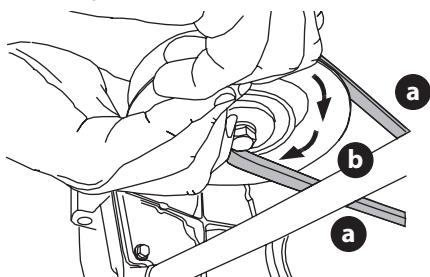

Figure 38
- d. Tenez la courroie de la prise de force (a) vers le bas et continuez de tourner la poulie de la prise de force (b) jusqu'à ce que la courroie de la prise de force (a) soit complètement dégagée de la poulie de la prise de force (b) (Figure 38).
- Tirez sur le côté droit de la courroie et placez le côté plus étroit en forme de « V » de la courroie dans la poulie de la prise de force (Figure 38 à la page 98).
9. Tenez la courroie de la prise de force et la poulie de la prise de force, puis faites pivoter la poulie de la prise de force vers la gauche (Figure 38 à la page 98). Continuez à tenir et à faire pivoter la poulie et la courroie de la prise de force jusqu'à ce que la courroie de la prise de force soit complètement enroulée autour de la poulie de la prise de force.